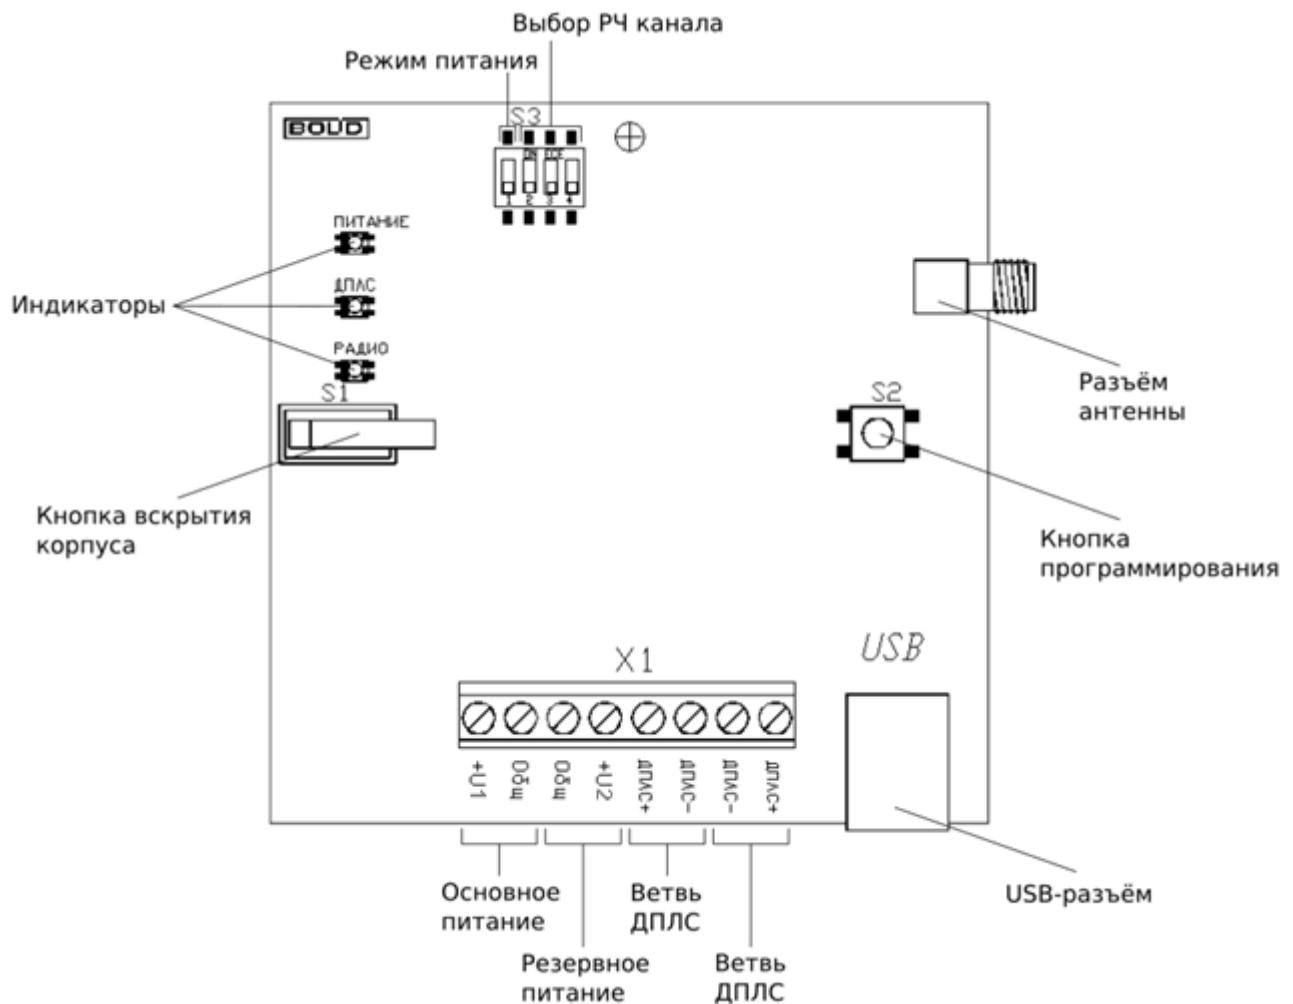

Рисунок 2.2 Расположение элементов на плате
На плате прибора располагаются клеммы проводных подключений и органы управления прибором (см. Рисунок 2.2):
Выбор режима питания осуществляется при помощи переключателя S3.1, расположенного на плате прибора (см. Рисунок 2.2). Значение положений переключателя приведено в Таблице 2.1.
В режиме питания от внешних источников, подключаемых к клеммам радиорасширителя (см. Рисунок 2.2), при штатной работе системы отсутствует потребление из сети ДПЛС. В данном режиме APP32 контролирует напряжение внешних источников питания, которое должно находиться в диапазоне от 9 до 28 В.
Выбор РЧ канала вручную осуществляется при помощи переключателей S3.2—S3.4, расположенных на плате прибора (см. Рисунок 2.2).
Процедура запускается посредством комбинации нажатий кнопки программирования **S2** (см. Рисунок 2.2) «*двойное короткое – длинное*». Процедуру также можно запускать командой с ПК, при помощи программного средства «Конфигуратор C2000P» (см. Раздел 2.3.4).
При необходимости процедуру можно прервать, для этого следует произвести одновременное короткое нажатие на кнопку программирования **S2** и кнопку вскрытия корпуса **S1** (см. Рисунок 2.2).
- При открытом корпусе APP32, на кнопке программирования **S2** (см. Рисунок 2.2) произвести комбинацию нажатий **«однократное короткое – длинное»**. Также управление режимом подключения доступно на ПК, при помощи программного средства «Конфигуратор C2000P» (см. Раздел 2.3.4);